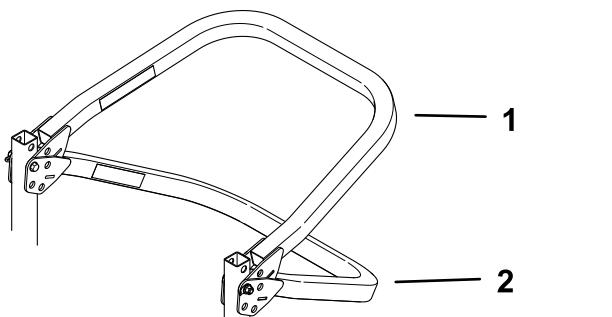

Bild 9
- Hinweis:** Es gibt zwei abgesenkten Stellungen, wie in Bild 9 dargestellt.